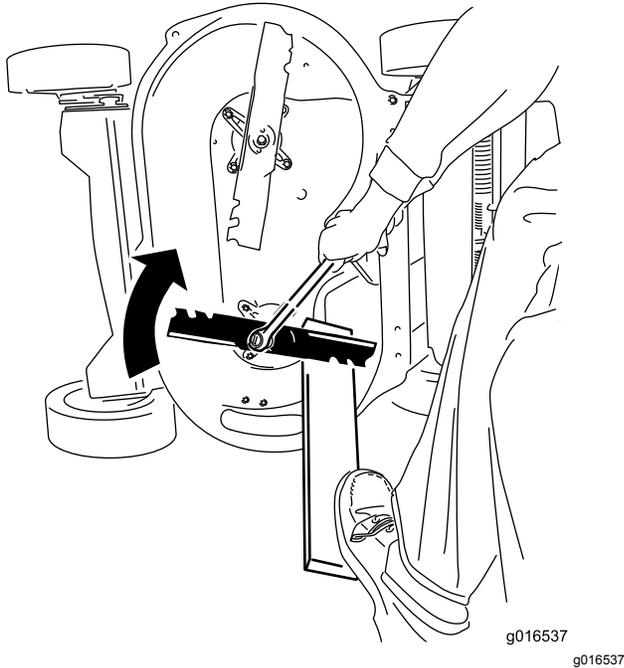

Figura 42
2. Fissate ciascuna lama con un asse e ruotate il bullone della lama in senso orario con una chiave dinamometrica, come illustrato nella Figura 42; serrate ciascun bullone della lama a 82 N·m.